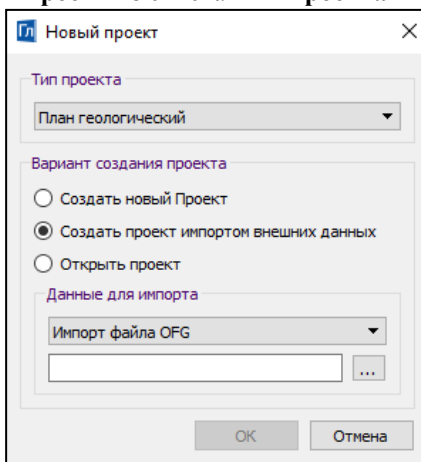

Рис. 10.1
- В открывшемся окне **Новый проект** из списка **Тип проекта** выберите – *План геологический* (рис. 10.1).
Во втором случае переключатель устанавливается на варианте создания нового проекта **Создать проект импортом внешних данных** и из выпадающего списка выбирается необходимый тип данных (рис. 10.1).